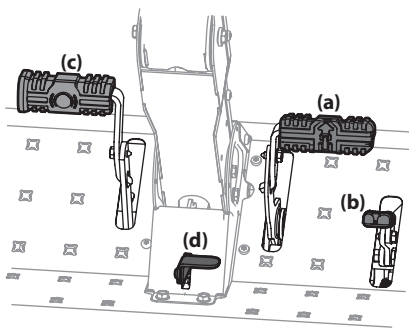

Figure 3-1
- Pour vous déplacer en marche avant, appuyez doucement sur la pédale de marche avant (a) jusqu'à ce que vous atteigniez la vitesse désirée. Voir Figure 3-1.
- Pour vous déplacer en marche arrière, regardez d'abord derrière vous, puis appuyez doucement sur la pédale de marche arrière (b) avec l'avant du pied (et NON avec le talon) jusqu'à ce que vous atteigniez la vitesse désirée. Voir Figure 3-1.